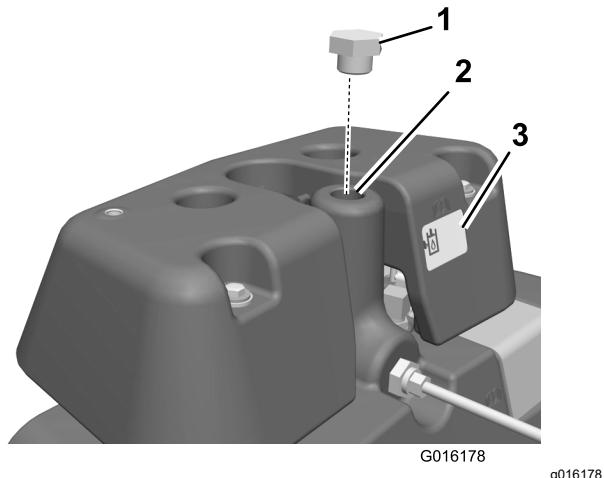

Figura 12
1. Retire y deseche el respiradero, y rellene el depósito hidráulico principal con fluido hidráulico (Figura 12).
2. Instale un tapón en lugar del respiradero (Figura 12).